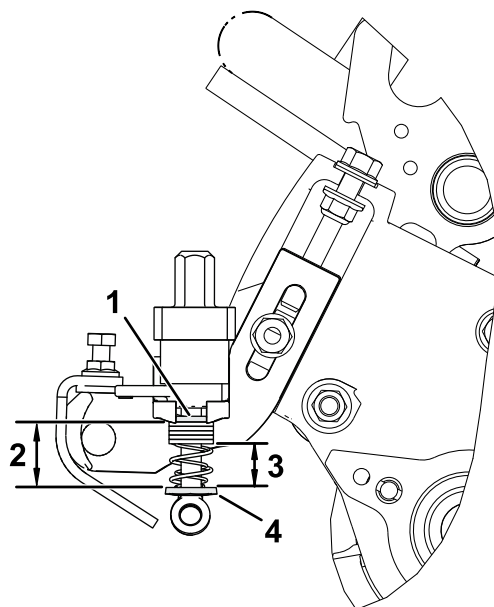

Рисунок 26
4. Измерьте расстояние между шайбами (текущую длину пружины), как показано на Рисунок 26.